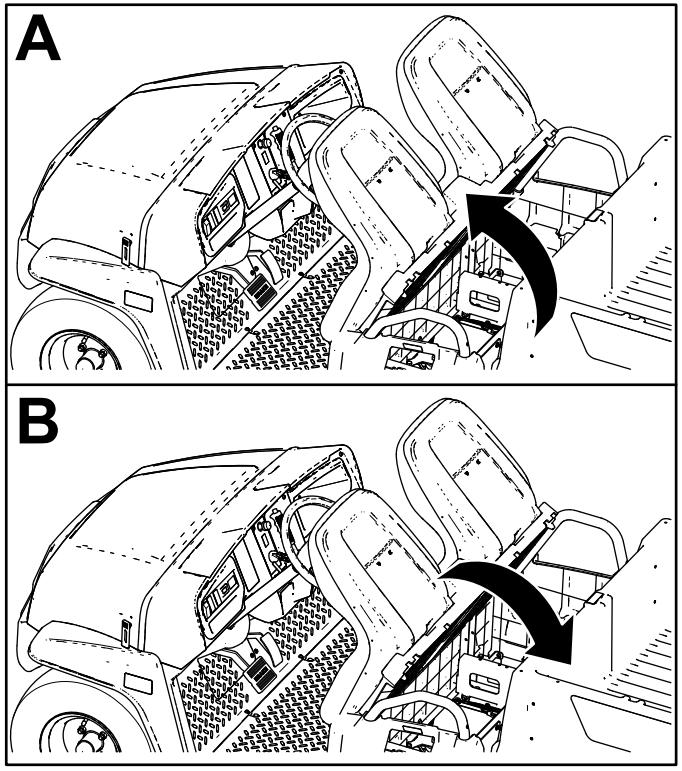

Рисунок 26
Для подъема сиденья в сборе наклоните сиденье вперед так, чтобы оно уперлось в рулевое колесо (Рисунок 26).
Для опускания сиденья в сборе толкните сиденье назад, установив его в исходное положение (Рисунок 26).
- Наклоните сиденье в сборе вперед в поднятое положение (Рисунок 26).